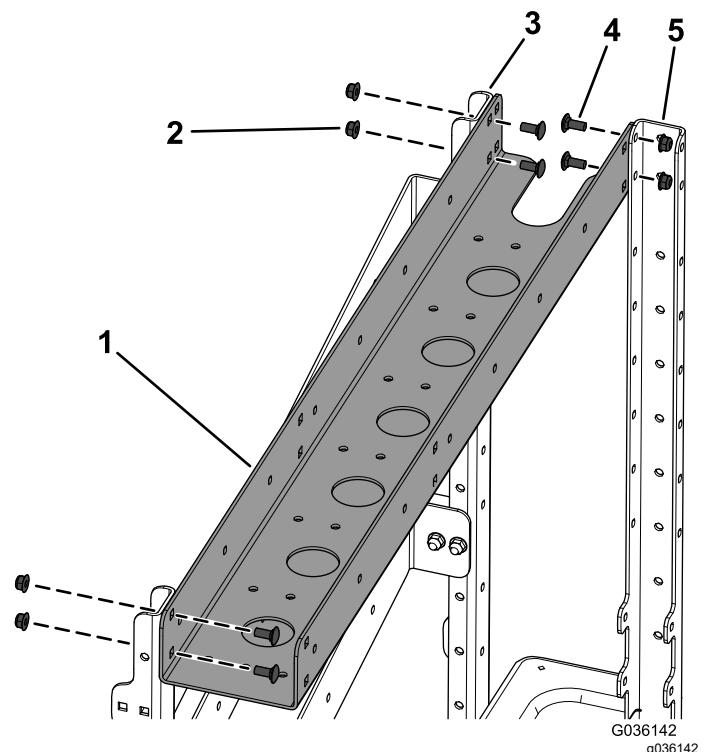

Рисунок 5
4. Установите кронштейн трубы на два боковых вертикальных кронштейна рамы и передний вертикальный кронштейн рамы с помощью 6 каретных болтов (5/16 x 3/4 дюйма) и 6 фланцевых гаек (5/16 дюйма), как показано на Рисунок 5.